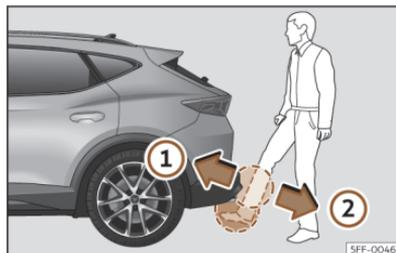

Abb. 78 Heckklappe mit sensorgesteuerter Öffnung (Easy Open).
- Mit einer schnellen Bewegung nähern Sie einen Fuß und unteren Beinenteil so weit wie möglich dem Stoßfänger. Der untere Beinenteil muss sich dem oberen Sensorbereich, und der Fuß dem unteren Sensorbereich nähern >>> **(Abb. 78) ①**.
- Entfernen Sie den Fuß und den unteren Beinenteil mit einer schnellen Bewegung aus dem Sensorbereich >>> **(Abb. 78) ②**. Die Heckklappe öffnet sich selbsttätig.